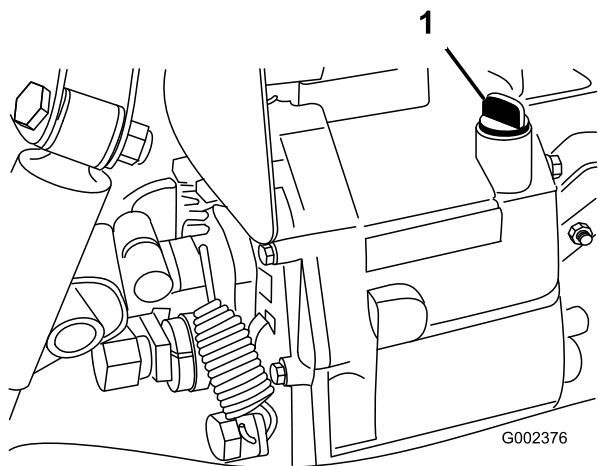

図 69
4. ディップスティック取り付け部の周辺をきれいにぬぐう **図 69**。